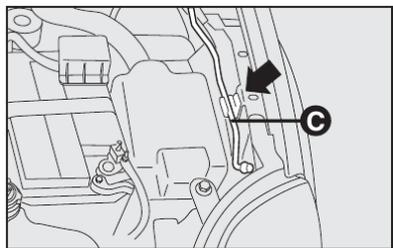

fig. 115
- 3) levantar o capô segurando-o pela parte central e, simultaneamente, soltar a vareta de suporte do seu dispositivo de bloqueio **C**-fig. 115;